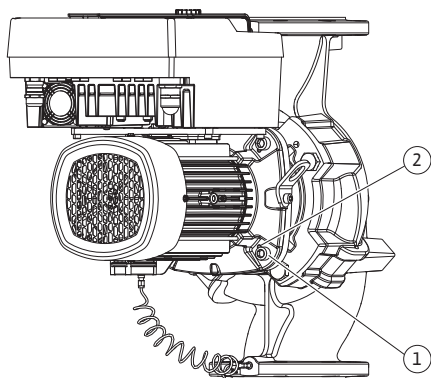

Fig. 10: Wypchnięcie głowicy silnika przez gwintowane otwory
- Wycisnąć głowicę silnika (patrz Fig. 4) z korpusu pompy. W tym celu należy wykorzystać dwa otwory gwintowane (patrz Fig. 10). W celu poluzowania osadzenia wkręcić śruby M10 o odpowiedniej długości w gwintowane otwory.
6. Wycisnąć głowicę silnika (patrz Fig. 4) z korpusu pompy. W tym celu należy wykorzystać dwa otwory gwintowane (patrz Fig. 10). W celu poluzowania osadzenia wykręcić śruby M10 o odpowiedniej długości w gwintowane otwory.